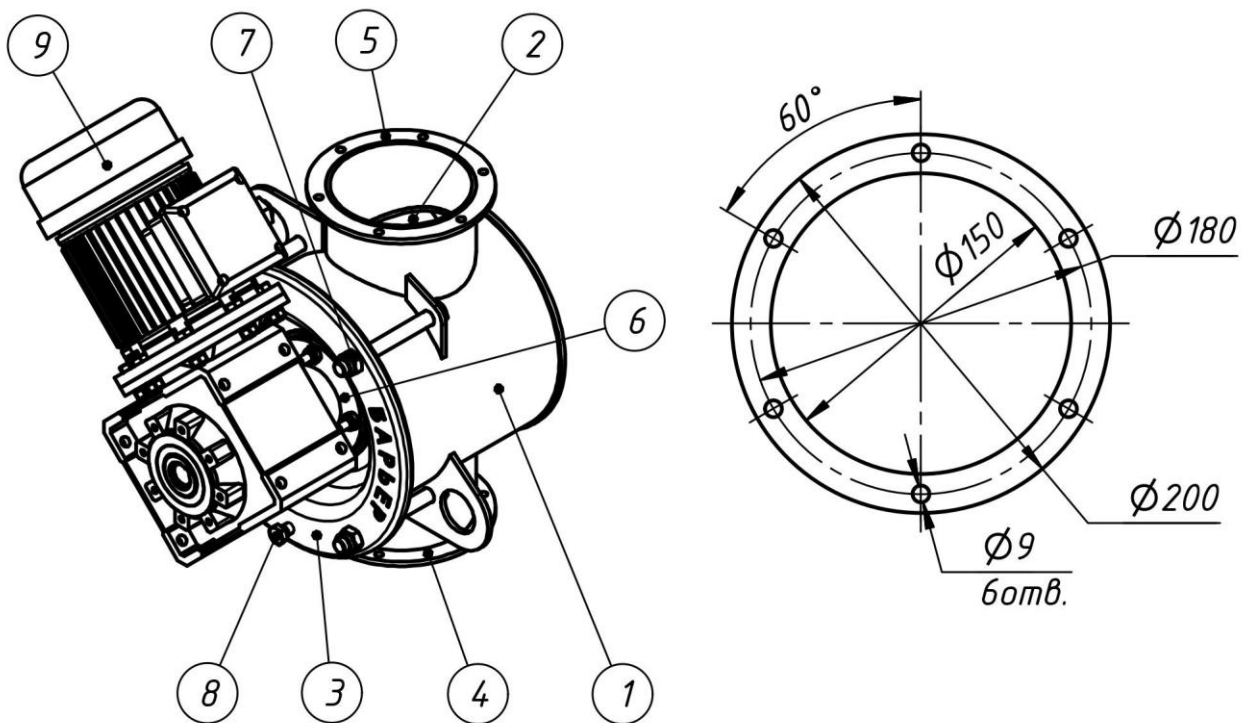

Рис. 3 Внешний вид изделия, элементы регулирования, размеры присоединительных фланцев
Изделие (Рис. 3) работает следующим образом: материал, пройдя через загрузочный патрубок (5), заполняет находящиеся сверху ячейки ротора. При повороте ротора заполненные ячейки перемещаются вниз, и материал выгружается через разгрузочный патрубок (4). Разгрузочный и загрузочный патрубки оснащены фланцами, служащими для присоединения шлюзового затвора к технологическому оборудованию, например к циклону или винтовому конвейеру (на рис. 3 фланец показан справа).
Изделие подсоединяется к технологическому оборудованию с помощью присоединительного фланца (см.рис.3) через герметизирующие прокладки, которые не входят в комплект поставки и заказываются отдельно.
- С помощью токоизмерительных клещей замерить ток обмотки электродвигателя мотор-редуктора. В случае превышения значения 1,5 А для электродвигателя мощностью 0.55 кВт необходимо отрегулировать зазор между торцом ячеювого ротора и подвижной крышкой корпуса (плотность прилегания лопастей), для этого нужно ослабить четыре самоконтрящиеся гайки (рис. 3, поз. 7). Если после ослабления самоконтрящихся гаек ячеювый ротор не запускается, необходимо легкими ударами молотка через деревянный брусок отодвинуть подвижную крышку корпуса от ячеювого ротора.